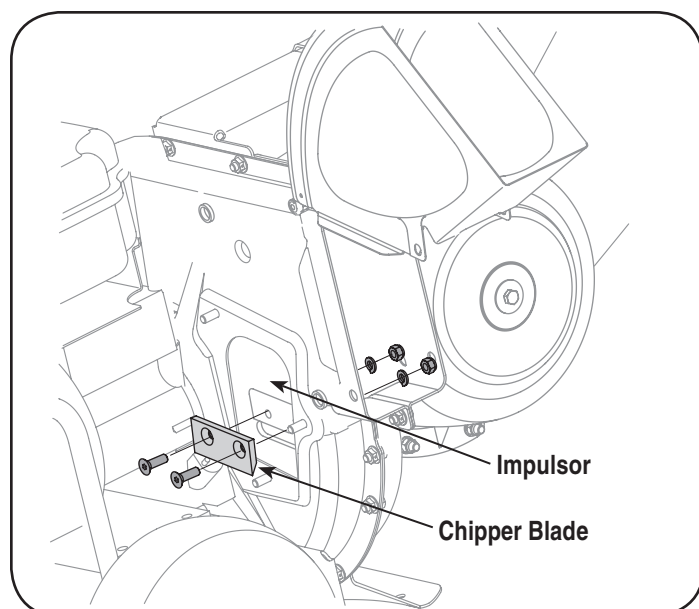

Figure 15
6. Para sacar la cuchilla saque los tornillos hexagonales internos, las arandelas de seguridad y las tuercas hexagonales que la sujetan al motor. Guarde los elementos de ferretería. Vea la Figure 15.